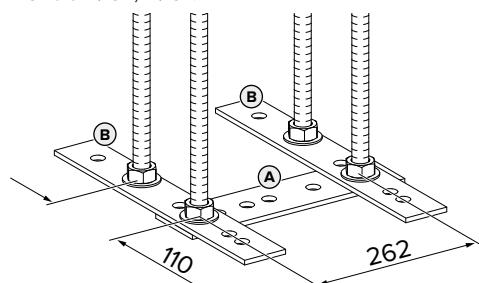
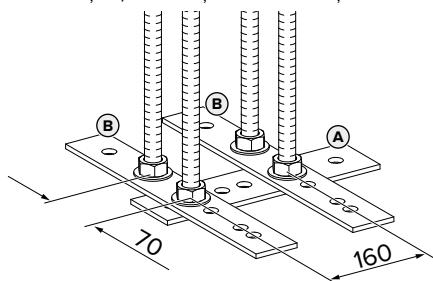

Abb. 1: Dimensiuni [mm]
Abb. 2: Dimensiuni [mm]
- Introduceți tijele filetate, respectând dimensiunile în Abb. 1 și Abb. 2 în platbande. Acordați atenție poziționării platbandei (A) și platbandelor (B) în unghi drept (90°).